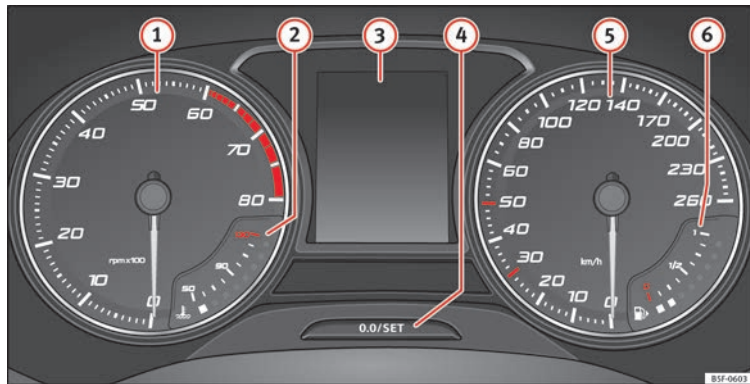

Fig. 122 Cuadro de instrumentos en el tablero de instrumentos.
» **fig. 122:**
El cuentarrevoluciones muestra el régimen de revoluciones del motor por minuto » fig. 122 ①.
La aguja del cuentarrevoluciones » fig. 122 ① sólo deberá alcanzar la zona roja durante un breve período de tiempo, de lo contrario corre el peligro de sufrir daños en el motor.
Al conectar el encendido, en la pantalla del cuadro de instrumentos » fig. 122 ③ puede
- Pulse brevemente el botón » fig. 122 ④ para restablecer el cuentakilómetros parcial a 0.
- Mantenga pulsado el botón ④ durante unos 3 segundos y se visualizará el valor anterior.
- Para ajustar la hora, mantenga pulsado el botón » fig. 122 ④ durante más de 3 segundos para seleccionar el indicador de horas o bien de minutos.
- Para proseguir el ajuste, pulse la parte superior o inferior del botón ④. Para que los números se sucedan con rapidez, mantenga la tecla pulsada.
- Pulse nuevamente el botón ④ para finalizar el ajuste de la hora.
Mantenga pulsado el botón » » » **fig. 122** ④ durante más de 15 segundos para visualizar las letras distintivas del motor (MKB) del vehículo. Para ello, el encendido debe estar conectado y el motor apagado.